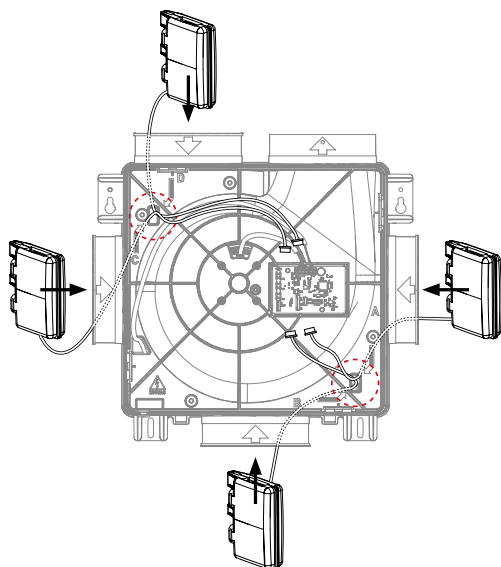

Figure 15 : quatre options pour le câblage d'un maximum d'un Capteur intégré CO₂ au circuit imprimé
7. Montez le couvercle correctement sur l'appareil. Assurez-vous que l'encoche du couvercle se trouve au-dessus de l'ouverture du câble d'alimentation (Figure 15 : Notez l'encoche du couvercle). Revissez le couvercle et fermez avec la plaque de couverture.